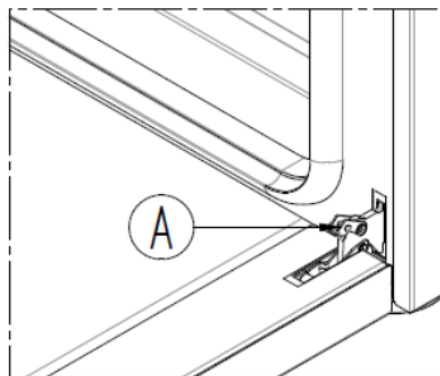

Fig. 7
- полностью повернуть подвижный элемент шарнира “А” (рис. 7);